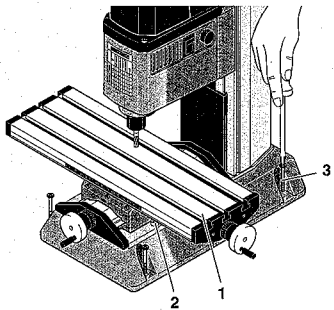

Fig. 2
- Den Kreuztisch 1 (Fig. 2) mit den 4 beigefügten Innensechskantschrauben M4 am Fuß 2 befestigen.